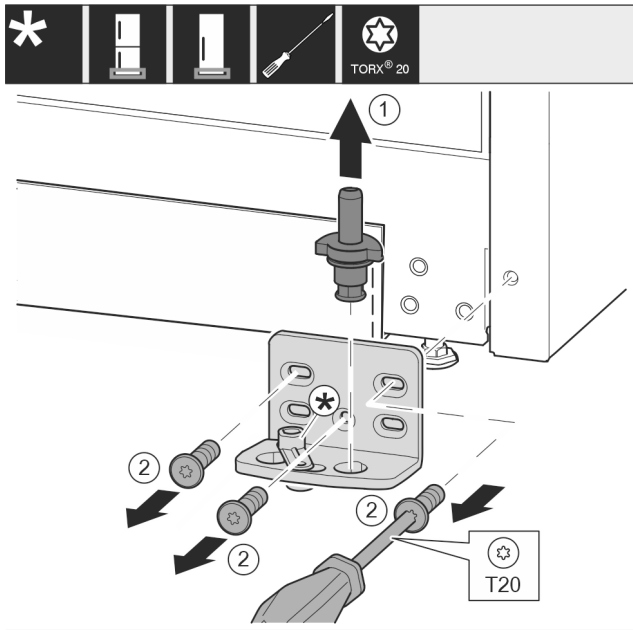

Fig. 16
- ▶ Опорный палец Fig. 16 (1) полностью извлеките движением вверх.
- ▶ Открутите винты Fig. 16 (2) отверткой и снимите опорный кронштейн.